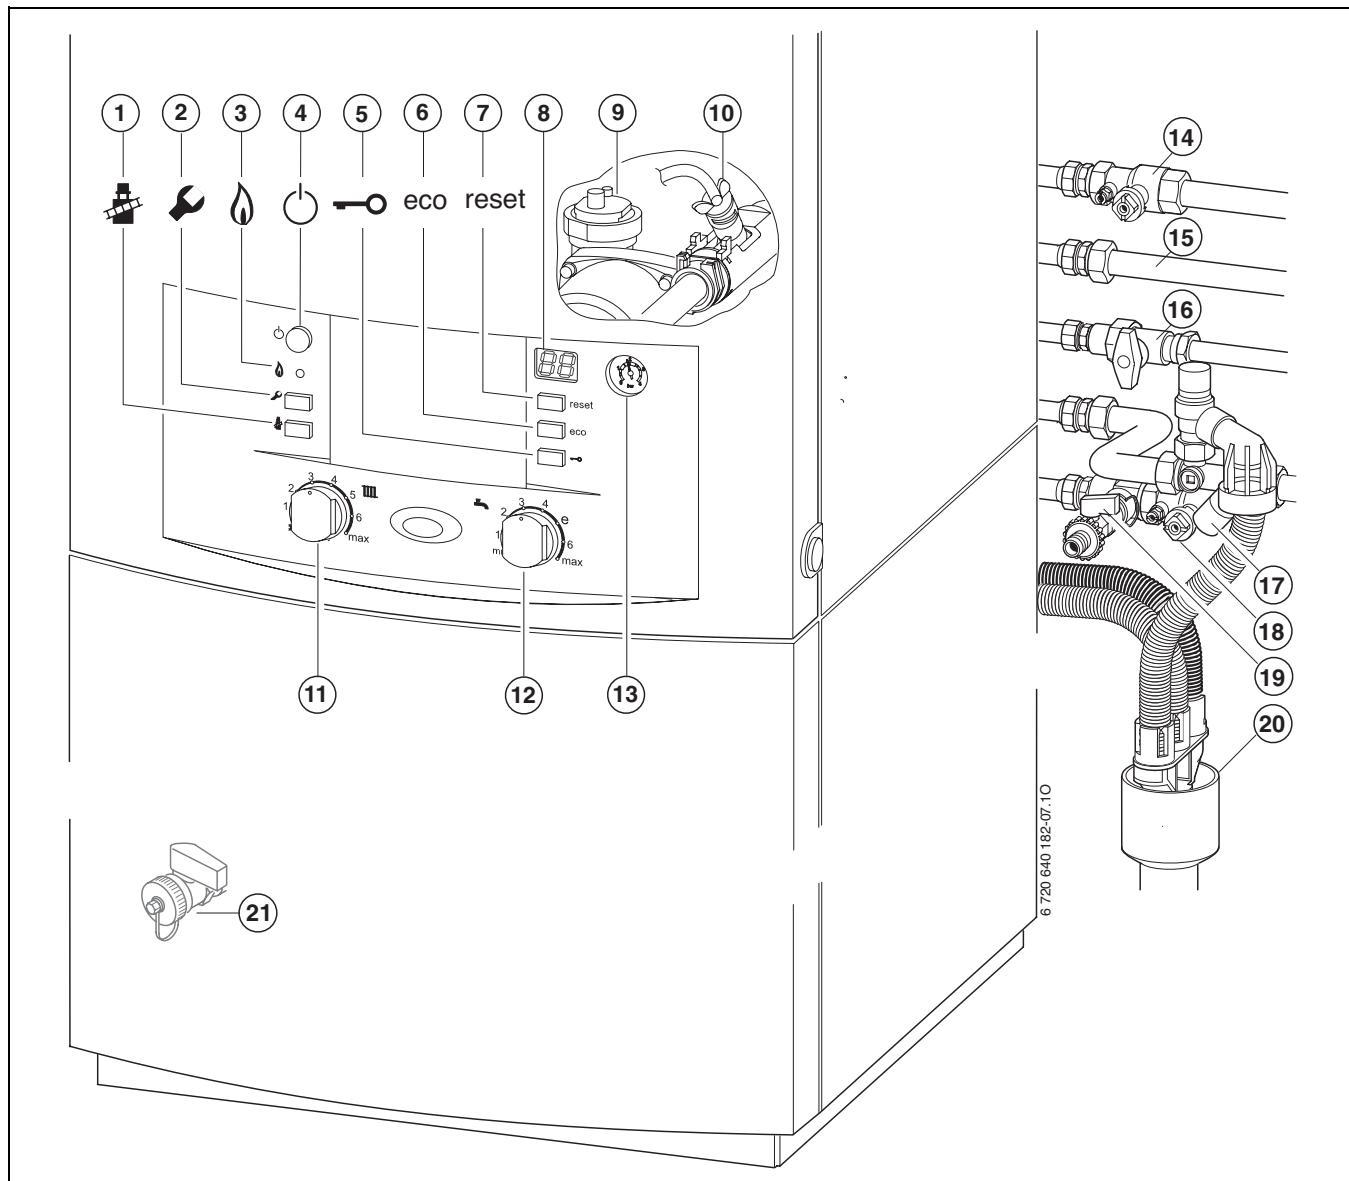

Рис. 39
- Відкрити крана для прямої лінії опалення та крана для зворотної лінії опалення (→ Рисунок 39, [14] та [18]).